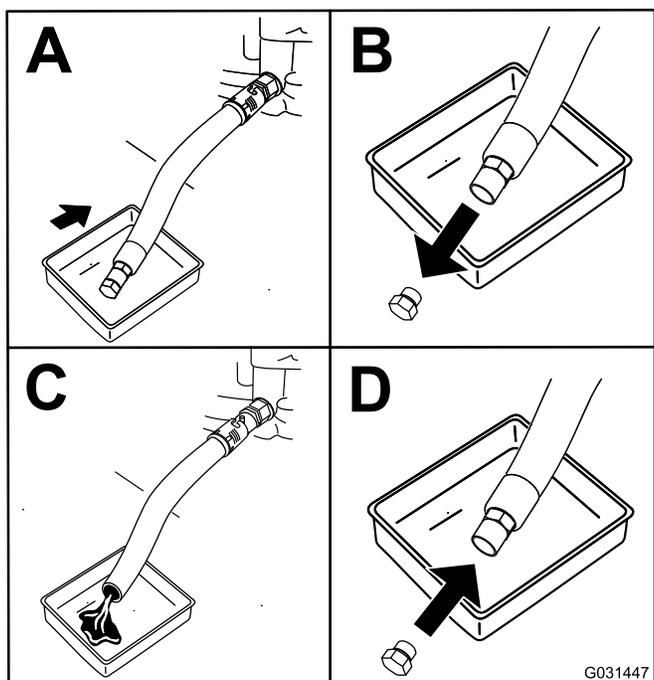

Figura 45
4. Cambiate l'olio motore come mostrato in Figura 45.